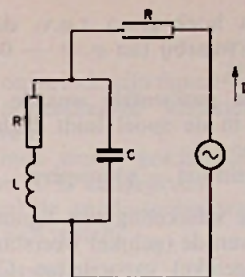

Fig. 3
- Gegeven is de schakeling van fig. 3, waarin de weerstanden  $R$  beide  $0,2 \text{ k}\Omega$  zijn. Verder is  $L = \frac{1}{5} \text{ mH}$  en  $C = 1000 \text{ pF}$ .